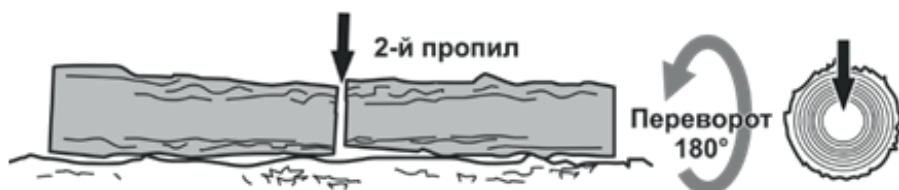

Рисунок 12. Схема остаточного розпилу колоди з протилежного боку.
2. Перевернути колоду і розпилити її з протилежного боку (рис. 12).